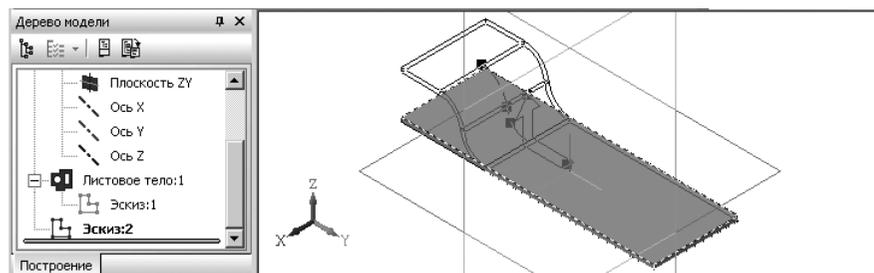

Рис. 7.100. Фантом подсечки на выделенной грани и линии сгиба в прямом направлении
- щелкните по базовой грани, а затем по отрезку – линии сгиба. Появится фантом подсечки (рис. 7.100);